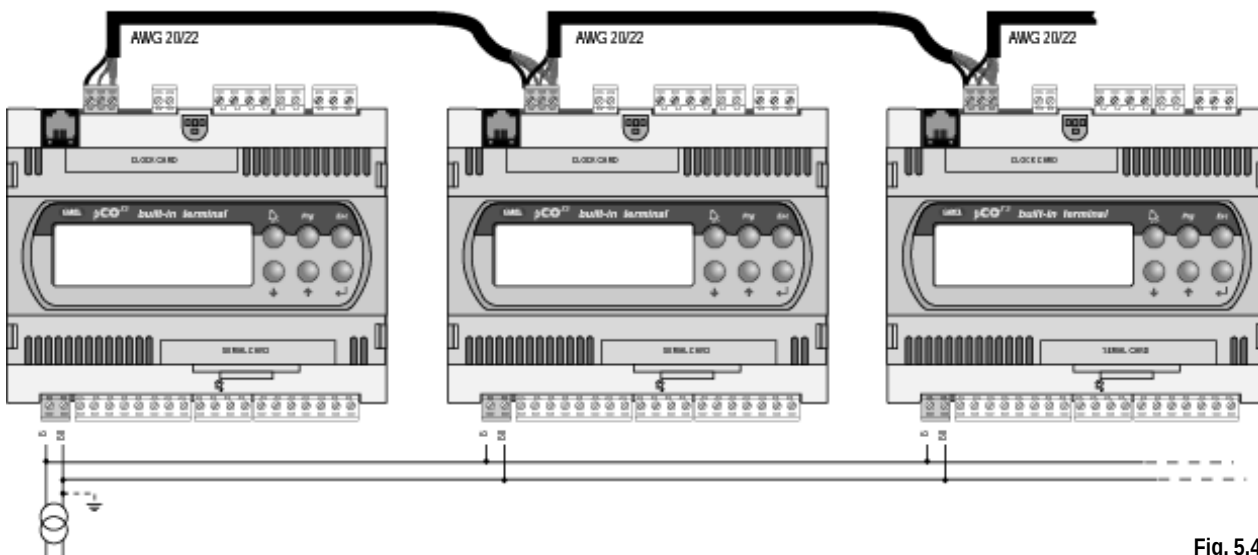

Fig. 5.4.1
La Fig. 5.4.1 representa el esquema de varias tarjetas conectadas en una red pLAN alimentadas por el mismo transformador, aplicación típica para varias tarjetas conectadas dentro de un cuadro eléctrico.
- con estas configuraciones (Figs. 5.4.1, .2) es necesario instalar un transformador de seguridad de Clase II.
Fig. 5.4.1 shows a diagram of a number of boards connected in a pLAN network and powered by the same transformer, typical for a number of boards connected inside the same electrical panel.
- with these configurations (Figs. 5.4.1, 2) Class II safety transformers must be installed.